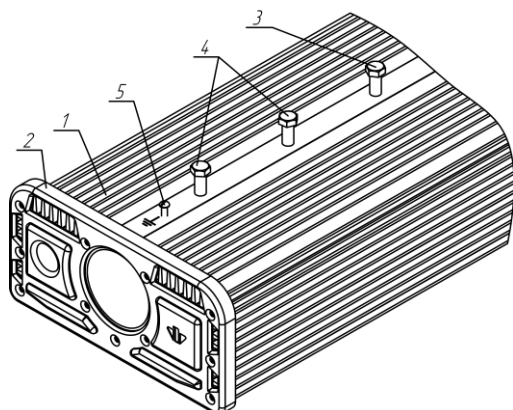

Рисунок 2 Установка светильников
2.2.1. Затяните упорный болт (рисунок 2 поз.3).
2.2.2. Установите светильники на консоль до упора в болт (рисунок 2 поз.3).
2.2.3. Затяните два болта фиксирующие светильники (рисунок 2 поз.4).
2.2.7. Подключите провод внешнего заземления к винту (рисунок 2 поз.5) расположенному на корпусе светильников имеющему маркировку « $\perp$ ».